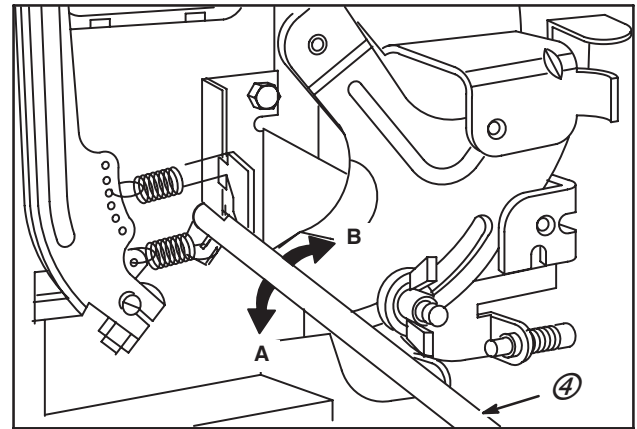

Fig. 24
Modèles 93400 (Fig. 24)
2. Placer la commande de gaz pour obtenir 1800 Tr / mn. À l'aide de l'outil Réf. : 19229 (4), plier la patte de ralenti de façon à lui faire juste toucher le levier de commande, ("A" pour augmenter, "B" pour réduire), Fig. 24, 25.